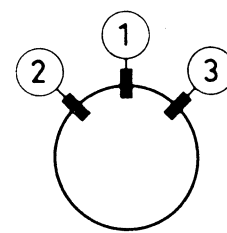

Fig. 4b
4. Spostando il giogo in senso orizzontale si ottiene la sovrapposizione delle righe orizzontali rosse e blu nella parte superiore e inferiore dello schermo e delle righe verticali rosse e blu a sinistra e a destra. Se la posizione del giogo è corretta, posizionare i cunei (2) e (3) togliendo la striscia di carta, come indicato in Fig. 4b o 5b. Premere con decisione la parte adesiva di questi cunei contro il vetro del cinescopio.